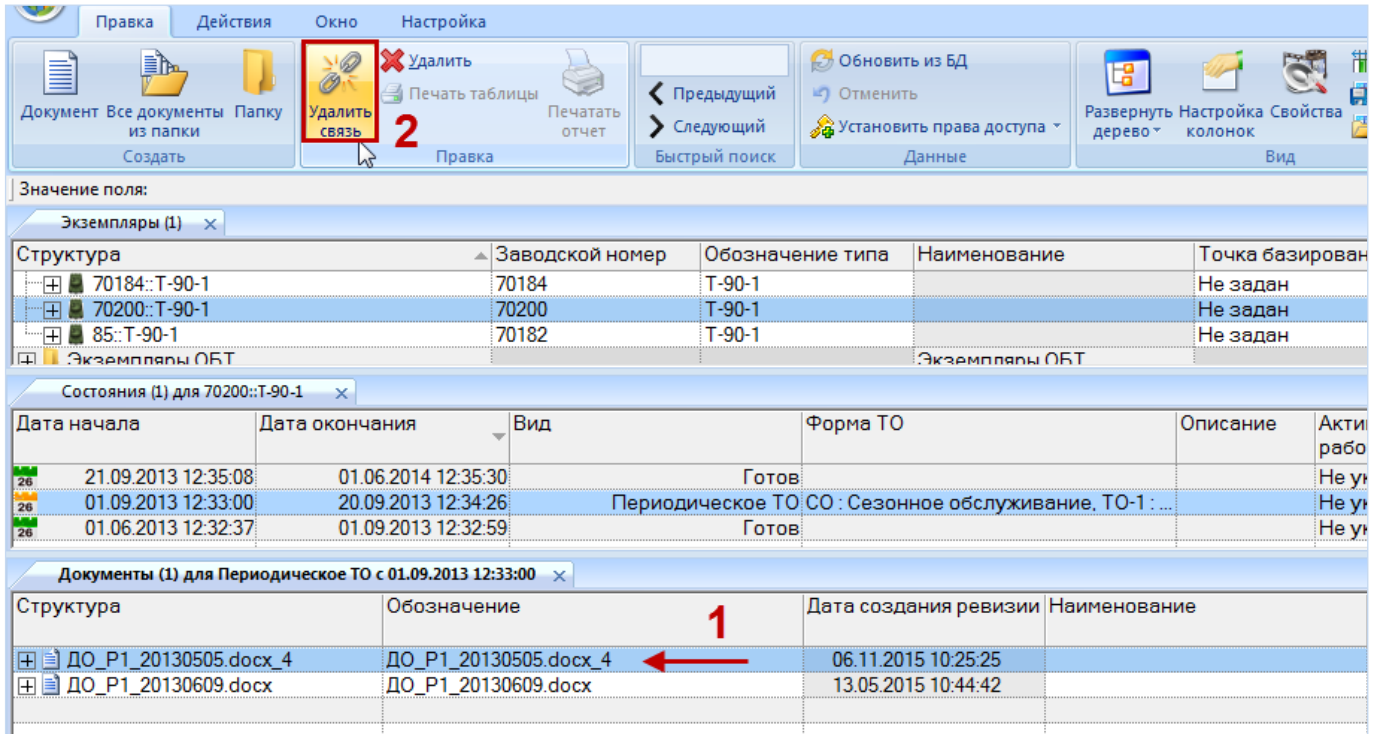

Рис. 28-29 – Удаление связи между состоянием и документом
- 3) Выделить состояние в окне «Состояния» (1 на рис. 28-29).
4) Выделить один или несколько документов в окне связанных объектов «Документы» для состояния (2 на рис. 28-29). Для выделения нескольких документов используются клавиши CTRL и SHIFT.
5) Нажать кнопку «Удалить связь» панели «Правка» (3 на рис. 28-29).